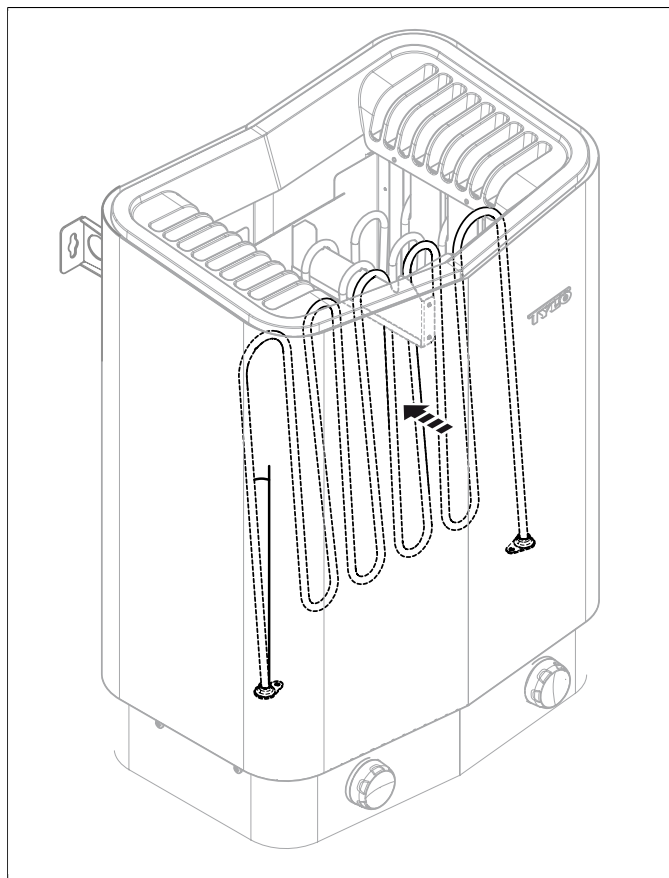

Рисунок 7: Разместите нагревательный элемент под углом.
- Разместите нагревательный элемент под углом так, чтобы было легче вынуть камни см. **Рисунок 7**, страница 5.